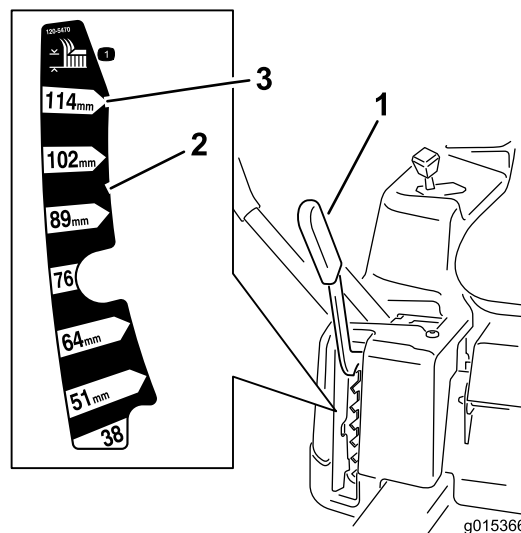

Figura 21
L'altezza di taglio è controllata dalla leva situata a destra della posizione operativa (Figura 21).
**Nota:** La posizione di trasferimento prevede l'altezza di taglio massima o pari a 115 mm come mostrato in Figura 21.